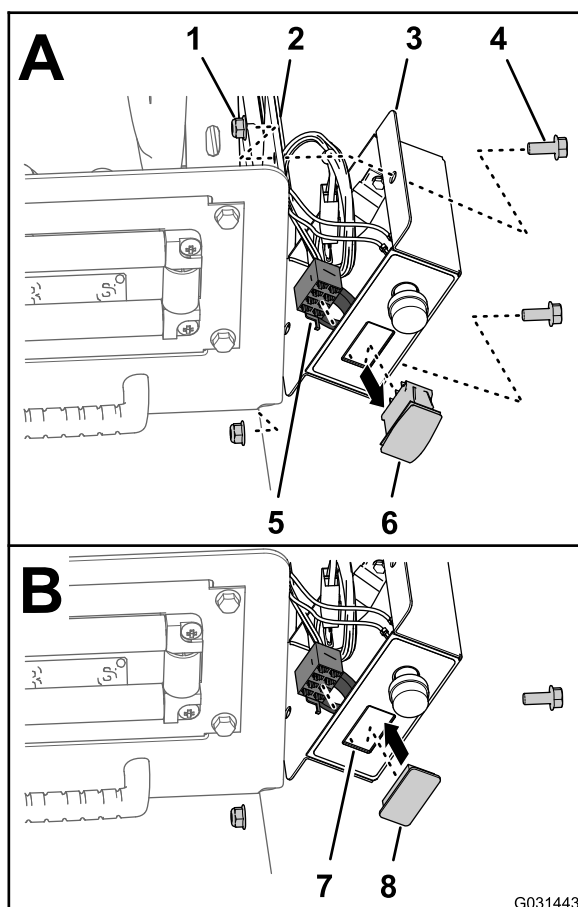

Рисунок 7
- Удалите 2 болта (5/16 x 3/4 дюйма) и 2 контргайки (5/16 дюйма), которые крепят блок управления к монтажной плите барабана (Рисунок 7).
- Отсоедините 8-гнездовой разъем жгута проводов блока управления от переключателя РЕГУЛИРОВКИ ДАВЛЕНИЯ (Рисунок 7).
- Проложите 8-гнездовой разъем внутрь блока управления (Рисунок 7).
- Сожмите фиксирующие выступы переключателя РЕГУЛИРОВКИ ДАВЛЕНИЯ и выдавите переключатель из блока управления (Рисунок 7).
- Совместите заглушку переключателя с отверстием в блоке управления, откуда был извлечен переключатель (Рисунок 7).
надежно зафиксировав ее в крышке (Рисунок 7).
- Совместите блок управления с монтажной плитой барабана (Рисунок 7) и прикрепите блок к плите с помощью двух болтов (5/16 x 3/4 дюйма) и двух контргаек (5/16 дюйма).